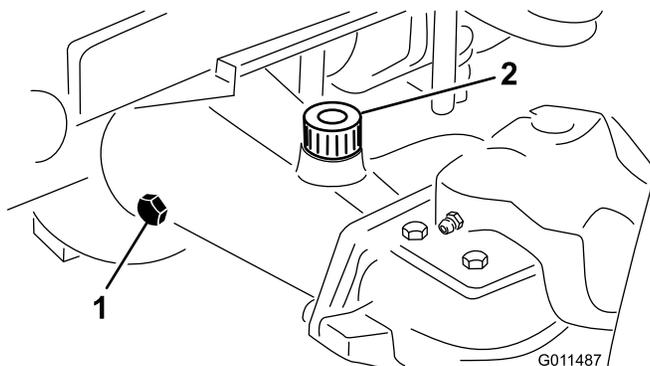

Figura 64
2. Togliete il tappo di controllo da un'estremità del ponte e verificate che il lubrificante raggiunga la base del foro (Figura 64).